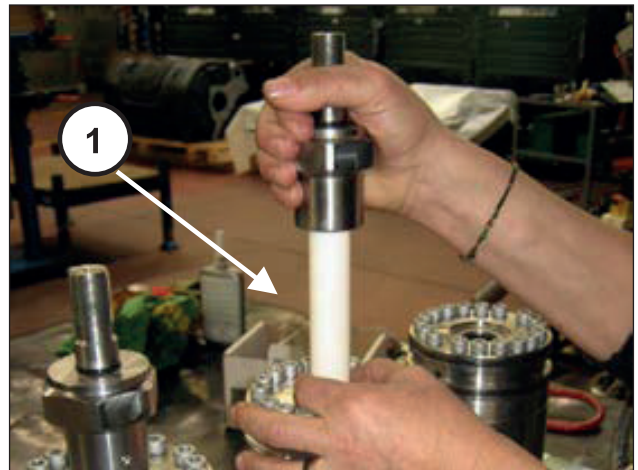
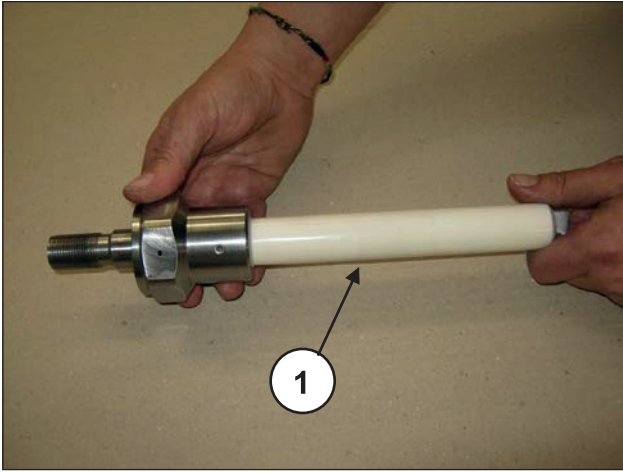

Abb. 186
Abb. 187
Ziehen Sie die Pumpenelemente von Hand aus den Buchsen heraus (Pos. ①, Abb. 186) und überprüfen Sie ihren Verschleißzustand (Pos. ①, Abb. 187).